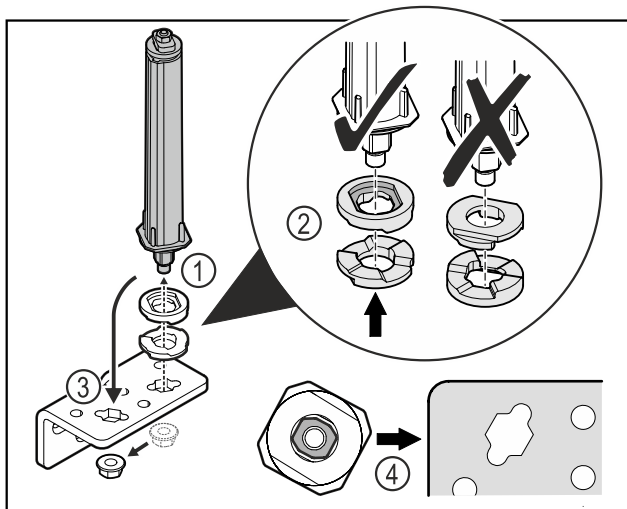

Fig. 35
- Vabastage mutter ja eemaldage ukسلukustussüsteem Fig. 35 (1).
- Pöörake tähelepanu kõrguseadeseibide korrektsele väljajoondusele Fig. 35 (2).
- Paigutage ukسلukustussüsteem šarniirnergikus ümber ja fikseerige mutriga Fig. 35 (3).
- Pöörake sissepanemisel tähelepanu ukسلukustussüsteemi korrektsele väljajoondusele Fig. 35 (4).